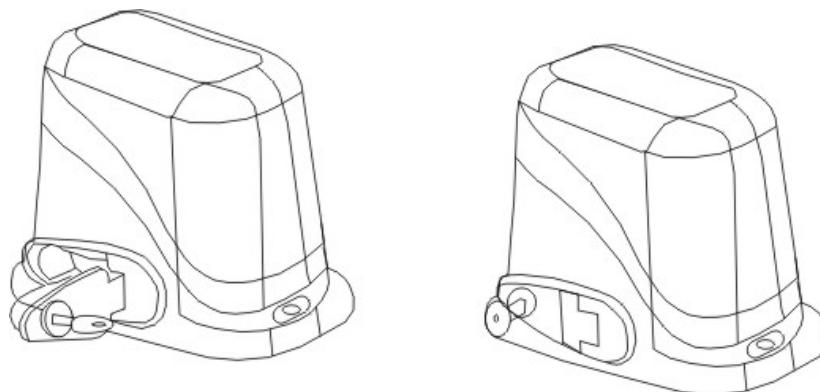

Рис. 4 Ручная разблокировка привода
1. вставьте ключ разблокировки в замок (Рис. 4);
3. не вынимая ключ, потяните рычаг разблокировки на себя (Рис. 4);